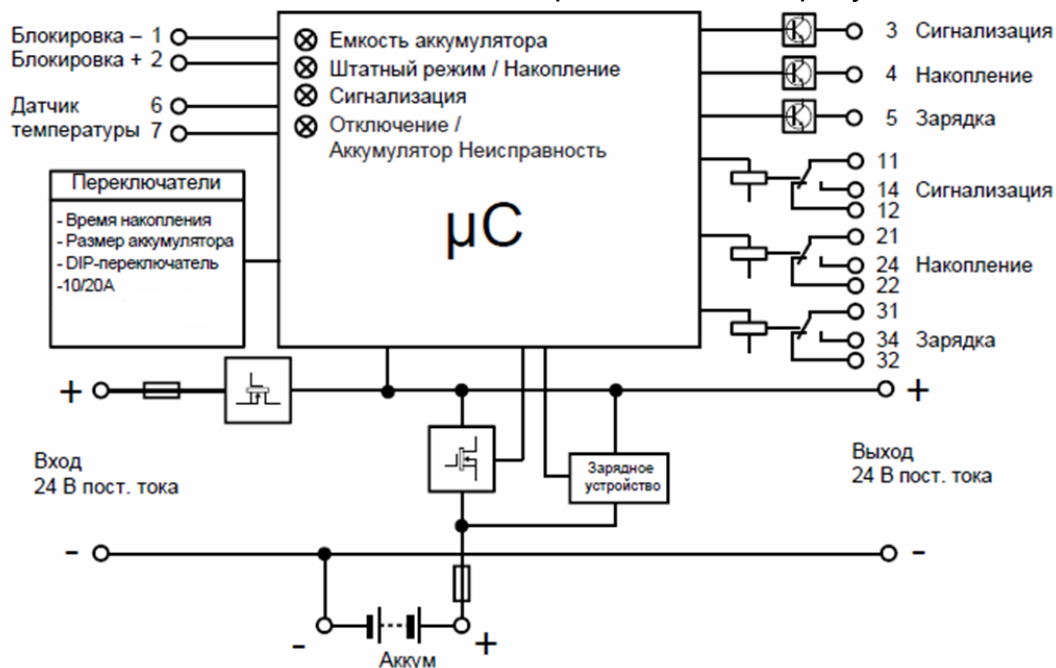

Рисунок 1. – Блок-схема подключений ИБП
1.5.2 Выводы имеют маркировку согласно рис. 1.